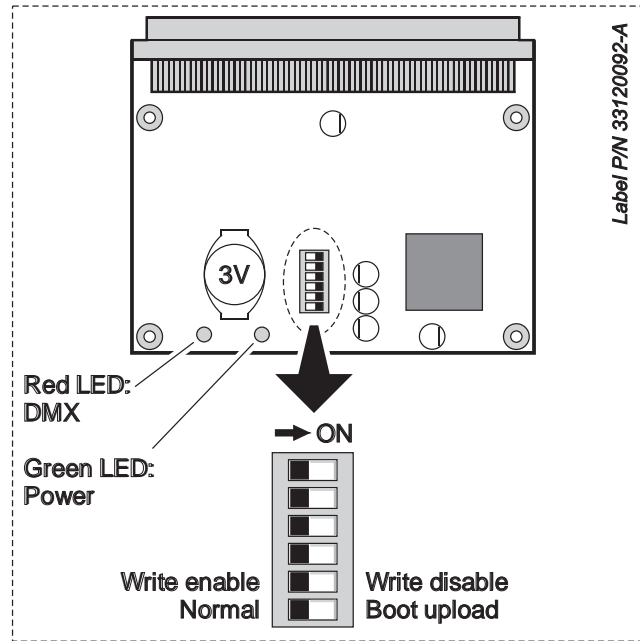

Figura 21: PCB principal y DIP-switch
3. Ver Figura 21. Localizar el DIP-switch de 6 contactos de la PCB y mover el pin nº 6 a la posición **ON** (activación modo "boot").
La batería de 3 voltios de la PCB principal (marcado como **3V** en la Figura 21) podrá ser, ocasionalmente, sustituida. Cuando la batería haya alcanzado el final de su vida útil y no pueda alimentar el reloj interno integrado, aparecerá *RCER* (real-time clock error) en el display. Contacte con el Servicio Técnico Martín para su sustitución.